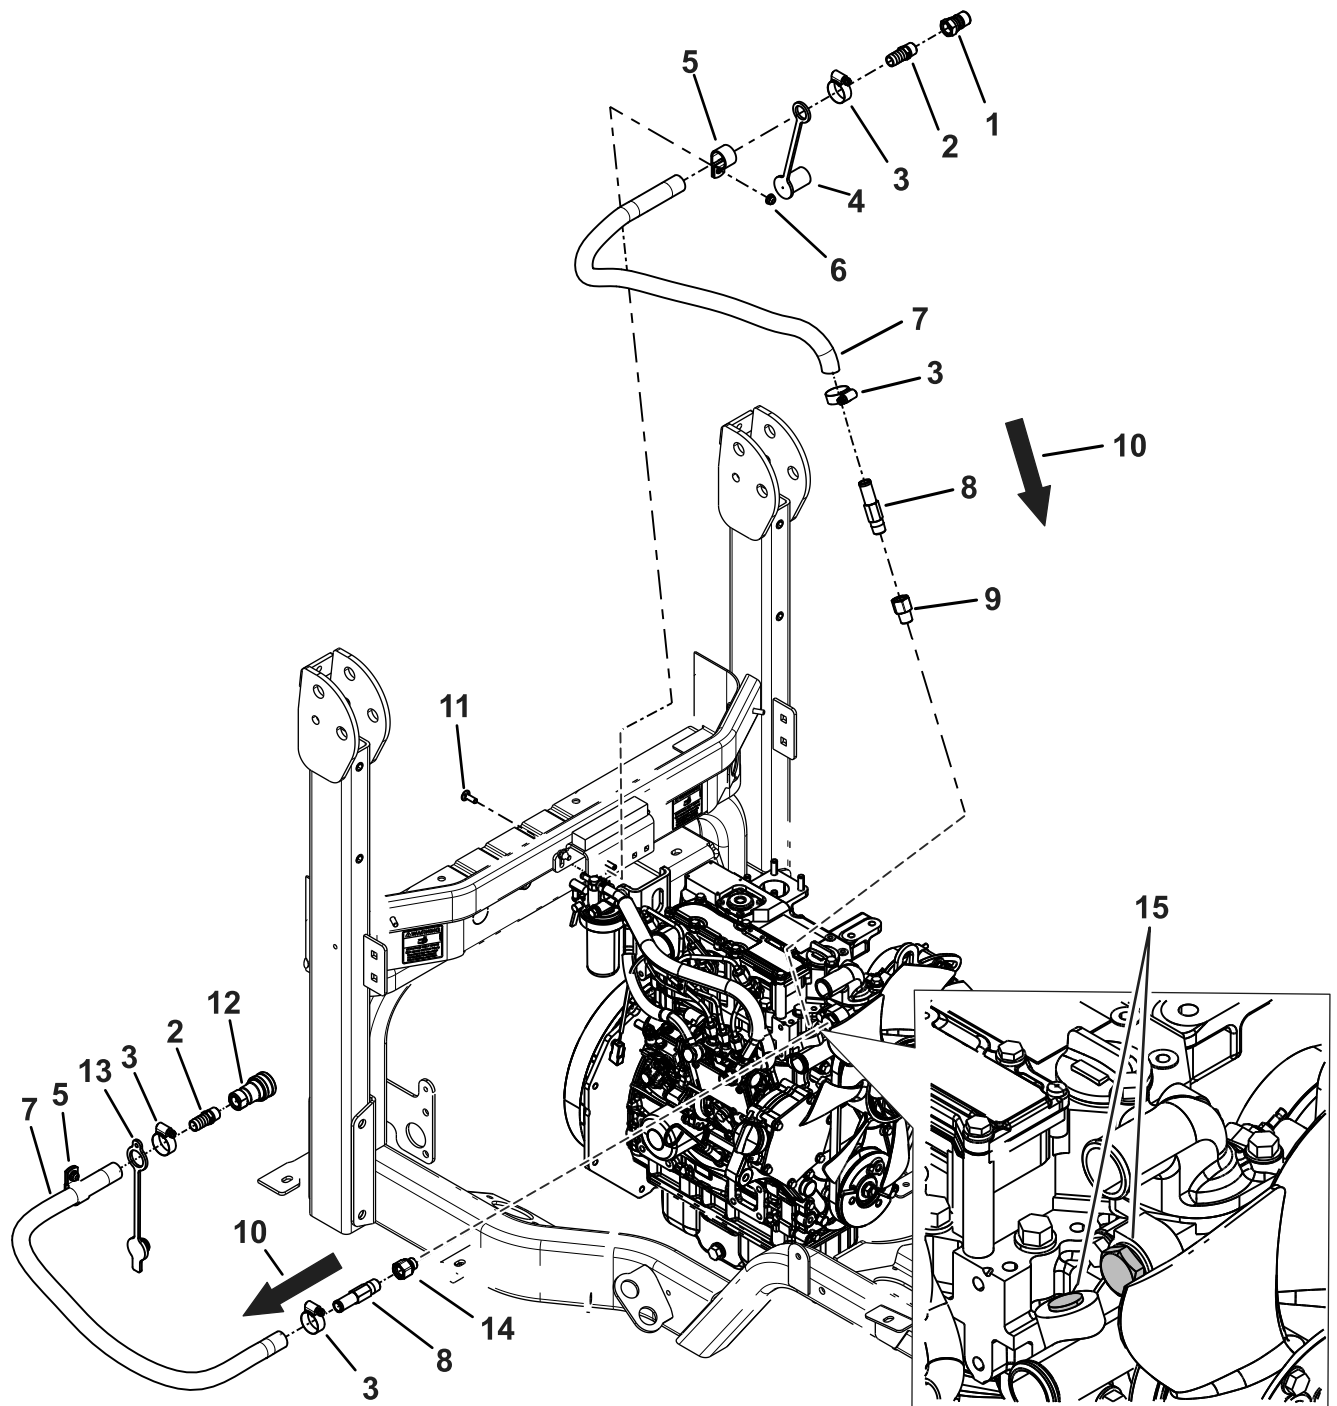
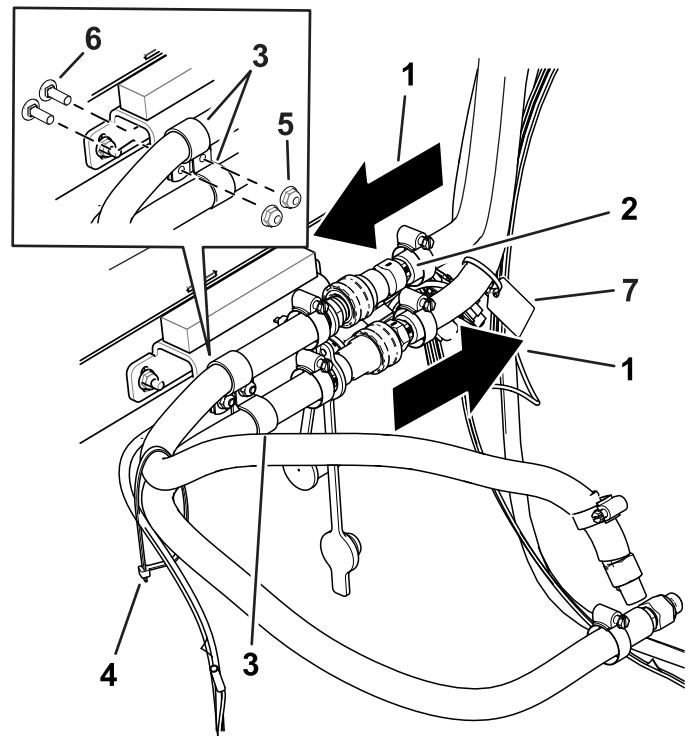

Figure 20
Figure 22
3. Glissez les bouchons protecteurs mâle et femelle sur l'extrémité cannelé des assemblages (Figure 20).
4. Vissez les raccords droits ( $\frac{3}{8}$  NPT x  $\frac{5}{8}$  cannelé) dans les coupleurs mâle et femelle (Figure 20).
6. Insérez l'extrémité cannelée des assemblages dans les flexibles et fixez-les avec les colliers (Figure 20).
7. Installez l'adaptateur droit ( $\frac{3}{8}$ " sur le raccord du moteur où se branche le flexible muni du coupleur mâle (Figure 20).
8. Installez l'adaptateur droit (M16) sur le raccord du moteur où se branche le flexible muni du coupleur femelle (Figure 20).
11. Localisez et retirez les bouchons du moteur montrés à la Figure 20.
16. Enfilez les flexibles sur les extrémités cannelées des raccords du moteur et fixez-les avec les colliers (Figure 20).
17. Installez les colliers en R sur les flexibles (Figure 20).
18. Fixez les flexibles au dos de la cabine avec 2 boulons de carrosserie et 2 écrous (Figure 20 et Figure 22).